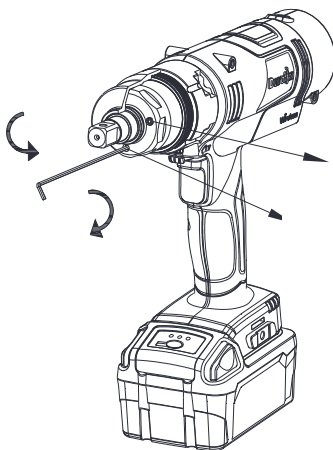

FIG. 4
3. Réglez la soupape de décharge avec la clé Allen (2,0 mm) comme sur la FIG. 4 ci-dessous pour augmenter ou diminuer la pression d'huile. Tournez doucement dans le sens des aiguilles d'une montre pour augmenter le couple ; tournez dans le sens inverse des aiguilles d'une montre pour diminuer le couple. Ne pas trop tourner la soupape de décharge.